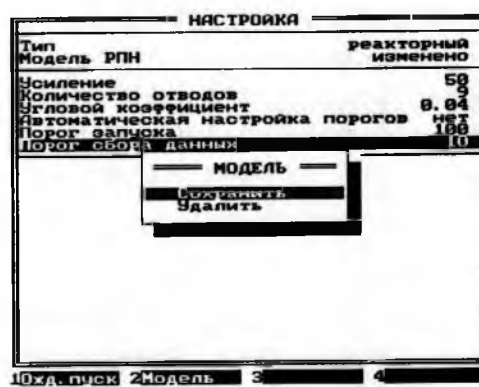

Рис.10.21. Сохранение / удаление настроек
10.5.13. Для сохранения выполненных настроек прибора для конкретной модели нажмите функциональную кнопку F2 (рис.10.21). Выбрать «Сохранить» и нажать ВВОД. Выход из этого режима без выполнения каких-либо действий осуществляется кнопкой ОТМЕНА.